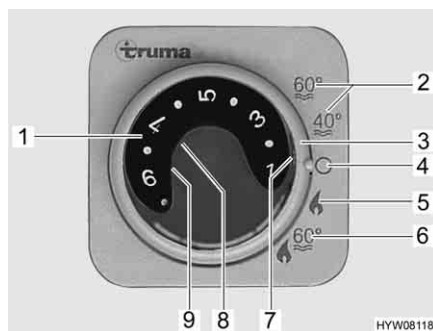

Fig. 50 Centralina di controllo per riscaldamento/boiler
- Impostare la modalità di funzionamento tramite l'interruttore girevole (Fig. 50,3).
A seconda della temperatura ambiente desiderata, il riscaldamento seleziona automaticamente il livello del bruciatore necessario. Al raggiungimento della temperatura ambiente desiderata, il bruciatore si spegne. Durante la modalità di funzionamento "Riscaldamento e boiler" (Fig. 50,6) è riscaldata anche l'acqua nel boiler. Nella modalità di funzionamento "Riscaldamento senza boiler" (Fig. 50,5) è possibile far funzionare il riscaldamento con il boiler vuoto.
- Impostare la manopola della temperatura (Fig. 50,1) sulla centralina di controllo scegliendo la potenza desiderata.
- Posizionare l'interruttore girevole (Fig. 50,3) su funzionamento invernale "Riscaldamento senza boiler" (Fig. 50,5) o "Riscaldamento e boiler" (Fig. 50,6).
Si accende la spia verde di controllo (Fig. 50,7).
- Posizionare l'interruttore girevole (Fig. 50,3) su "O" (Fig. 50,4).